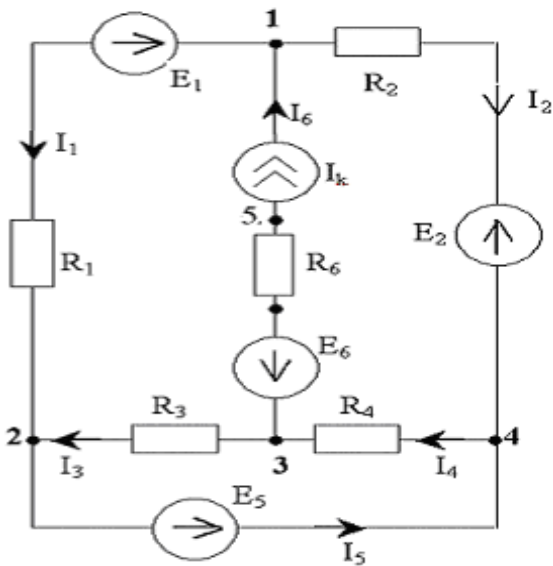

Рис. 1
1. Произвольно задаем положительные направления токов в ветвях и нумеруем узлы схемы (рис. 1)
$$\varphi_5 = \varphi_3 - E_6 - I_k \cdot R_6 = -20 - 20 - 5 \cdot 10 = -90 \text{ (В) (см. рис. 1);}$$